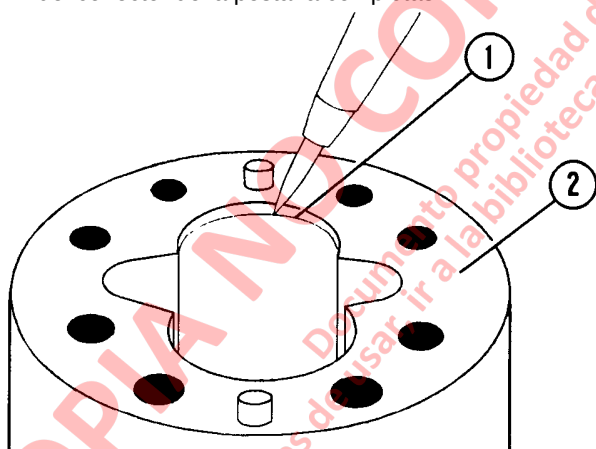

FIGURA 3-9. INSPECCION DE LA CAVIDAD DEL ENGRANAJE
1. Examine las cavidades de engranajes en ambas placas de engranaje, consulte la Figura 3-9. Durante la penetración inicial, los engranajes cortan las placas de engranajes de aluminio. La profundidad nominal de este corte es de 0.008 in. (0.203 mm) y no debe excederse de 0.015 in. (0.381 mm). A medida que los dientes del engranaje cortan las placas de engranaje, el metal se enrolla contra las placas de presión. Utilizando un cuchillo o raspador puntiagudo, saque el metal que se ha enrollado contra las placas de presión. Saque todas las astillas metálicas que se soltaron.